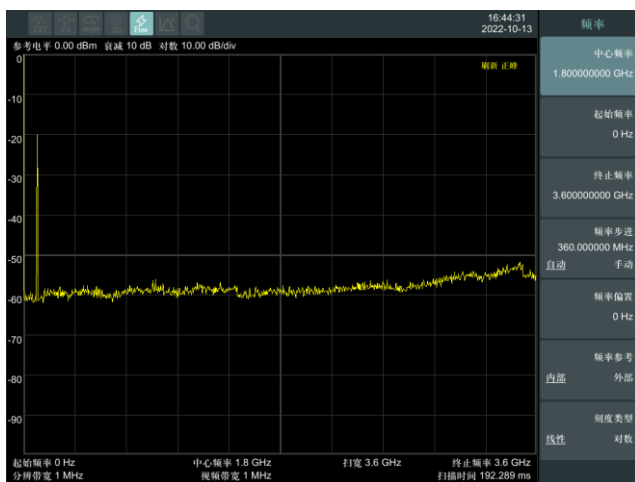

图 4-8 全扫宽
1) 首先设置频谱仪到默认的初始状态，按频谱仪的【Preset】键。频谱仪显示了从 9kHz 到最大扫频宽度的频谱，在 100MHz 的地方，信号源产生的信号以一条垂直的直线出现，同时产生的谐波信号也以垂直线的形式出现在频率为 100MHz 的整数倍处, 如图 4-8 所示。